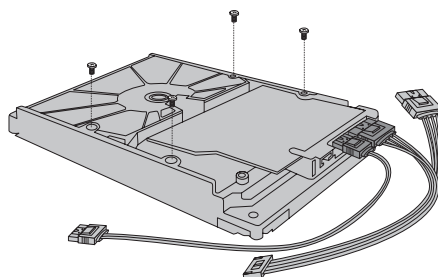

图3-1 连接硬盘
1. 分别将硬盘数据线和电源线一端连接在硬盘上，连接方式可参考图3-1。